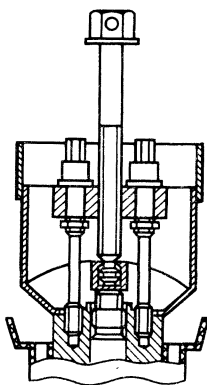

Рис. 169. Съемник рулевого колеса 7823-6093
- ослабить посадку рулевого колеса на валу с помощью съемника 7823-6093 (рис. 169);